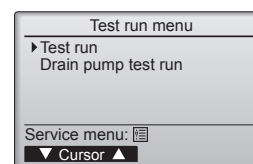

Fig. 7-2
- ② Selezionare l'opzione "Test run" (Prova di funzionamento) dal relativo menu, quindi premere il pulsante [SCEGLI]. (Fig. 7-2)
- ③ Viene avviata la prova di funzionamento e viene visualizzato il relativo schermo.
7.3. Autodiagnosi (Fig. 7-2)